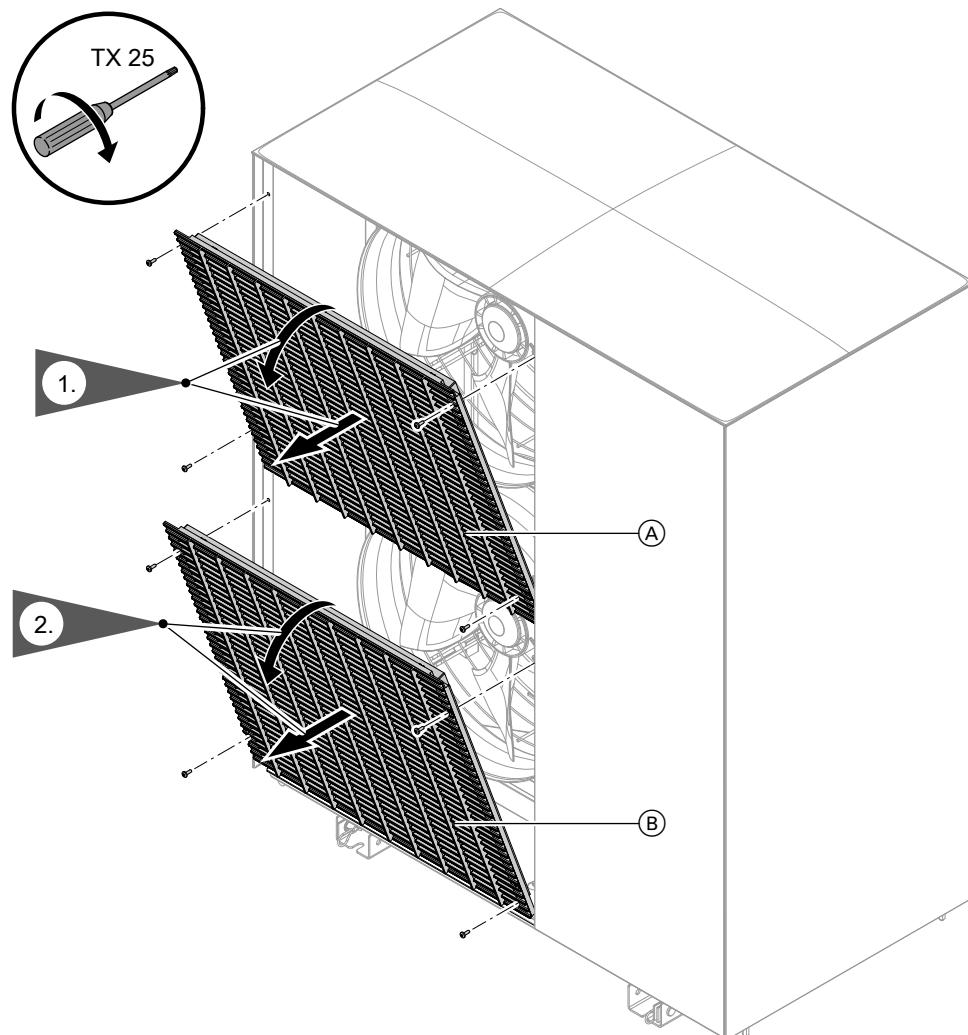

Abb. 105
2. Schutzgitter Ventilator abbauen: Siehe Abb. 105. Bei Außeneinheit mit 2 Ventilatoren: Nur Schutzgitter oberer Ventilator abbauen.
4. Schutzgitter Ventilator und Deckel abbauen: Siehe Abb. 105 und 104.
2. Schutzzitter Ventilatoren abbauen: Siehe Abb. 105.